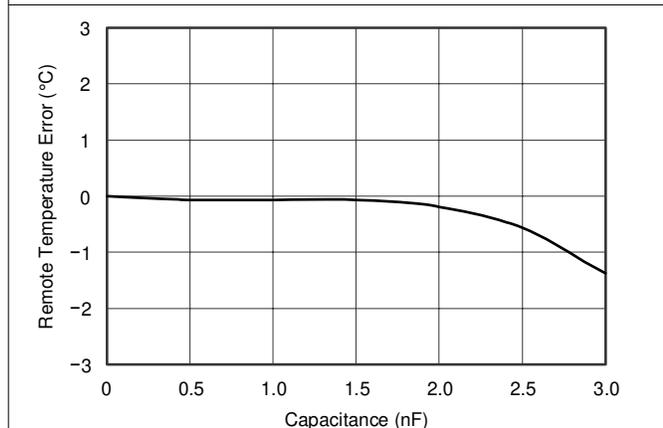
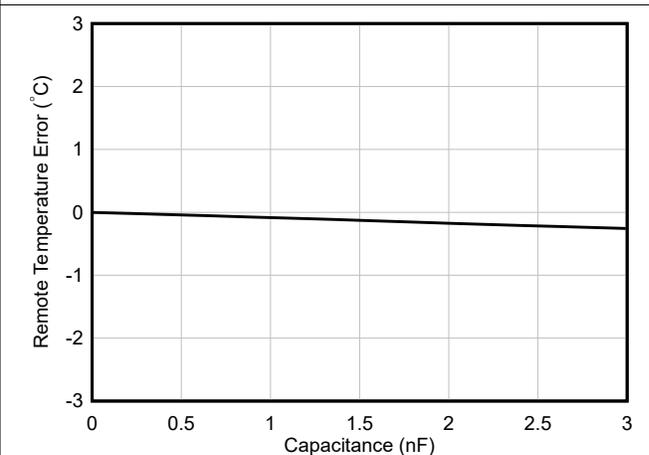

图 6-12. 远程温度误差与差分电容间的关系 (旧芯片)
图 6-13. 远程温度误差与差分电容间的关系 (新芯片)
- 在大多数应用中， $C_{\text{DIFF}}$  (可选) 必须小于  $1000\text{pF}$ 。 $C_{\text{DIFF}}$  的选择取决于具体应用；请参阅 滤波 部分、图 6-12 (新芯片请参阅 图 6-13) 以及 图 6-27。
TMP411/TMP411D 可承受高达  $1000pF$  的差分输入电容，同时将温度误差变化降至最低。图 6-12 (新芯片请参阅图 6-13) 和图 6-27 展示了电容对测得远程温度误差的影响。